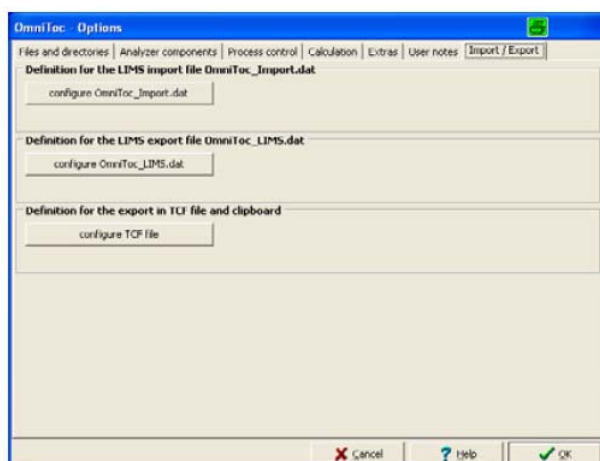

图69 Options（选项）——Import/Export（导入/输出）选项卡
Import/Export (导入/输出) 选项卡 (图69和5.13.2)
1. 选择**Configuration>Options**（配置>选项），在**Options（选项）**窗口选择**Import/Export**（导入/输出）选项卡（图69）